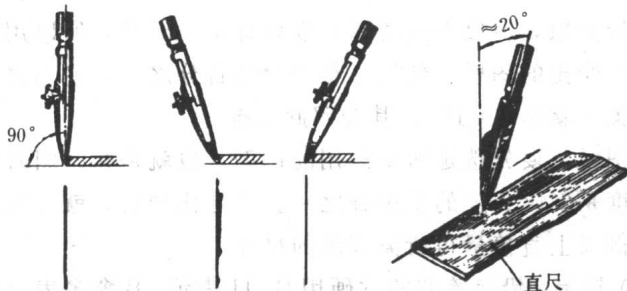

图 1-6 鸭嘴笔的使用
(7) 直线笔: 又称墨线笔、鸭嘴笔, 主要用来描图。由笔杆和笔头两部分组成。笔头有两叶尖端呈椭圆形的弹性薄钢片, 墨线的宽度由鸭嘴笔两钢片的开度决定, 由调节螺丝控制。使用方法如图 1-6 所示。